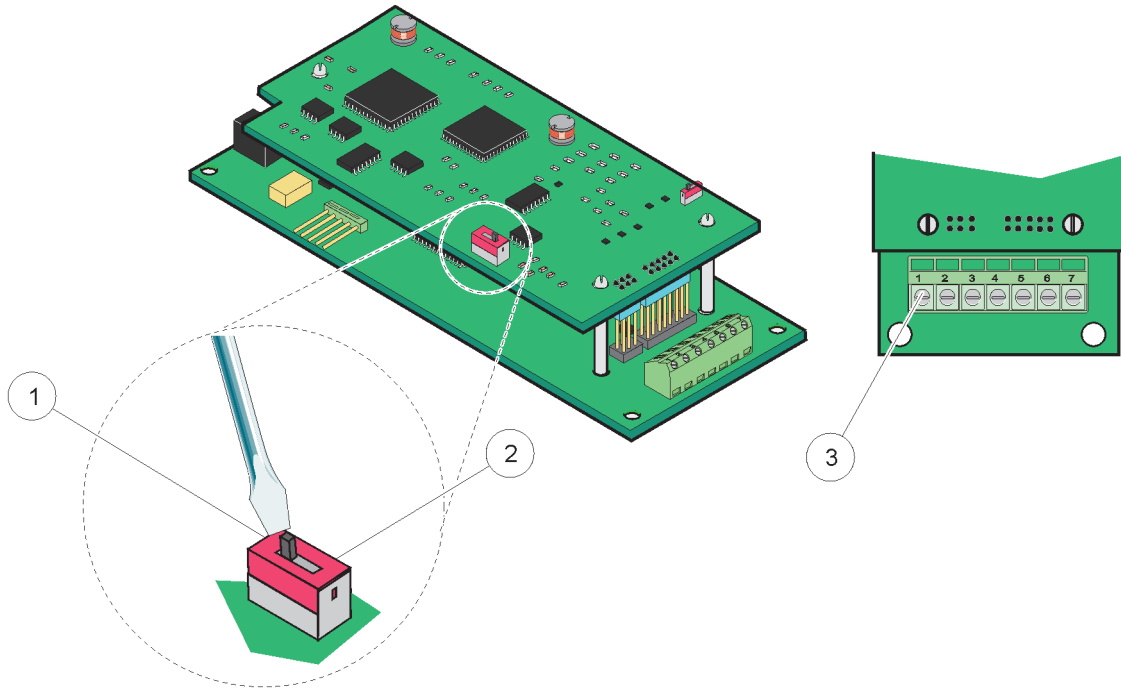
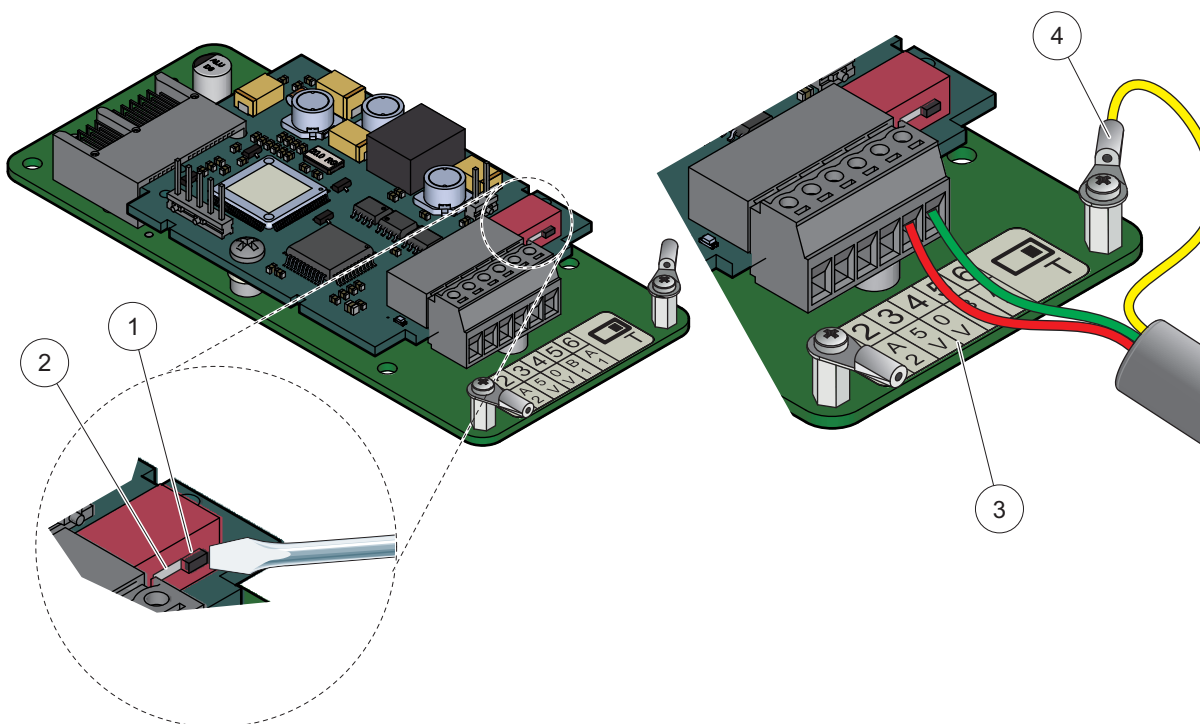

Bild 25 Profibus-DP-Karten- (YAB020 bis Dezember 2013) Anschlüsse.
Bild 26 Profibus-DP-Karten- (YAB103/YAB105 ab Dezember 2013) Anschlüsse.
4. Führen Sie das Kabel durch den Modulboden und legen Sie jeden Draht ordentlich auf die Klemme entsprechend Bild 25/Bild 26 und Tabelle 8/Tabelle 9. Stellen Sie sicher, dass der Schirm an ein Gewinde-Abstandsstück auf der Platine angeschlossen ist